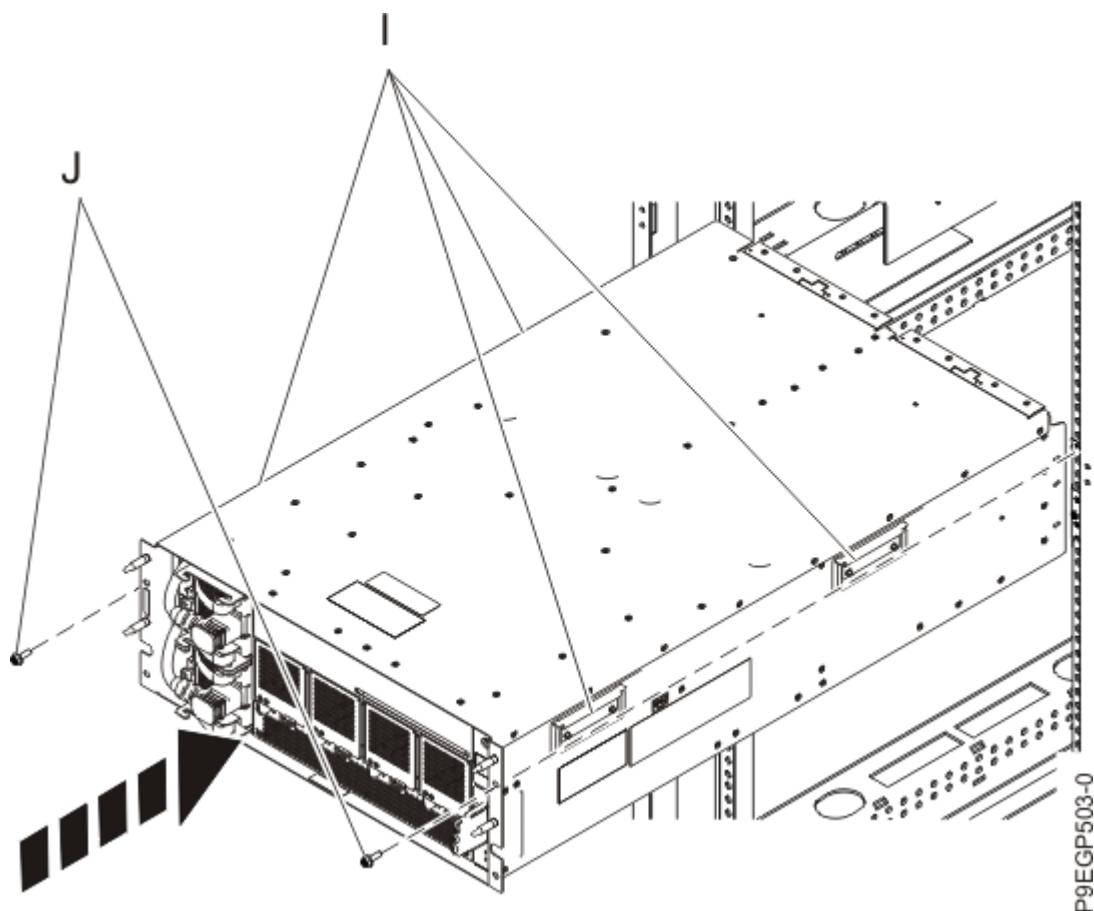

Figure 9. Installation du tiroir dans une armoire
- a) Trois personnes sont nécessaires pour cette opération. Deux d'entre elles sont chargées de tenir les quatre poignées **(I)**, comme illustré dans la Figure 9, à la page 13, et la troisième personne se place devant le tiroir afin de le diriger. Le tiroir est soulevé et placé devant les glissières.